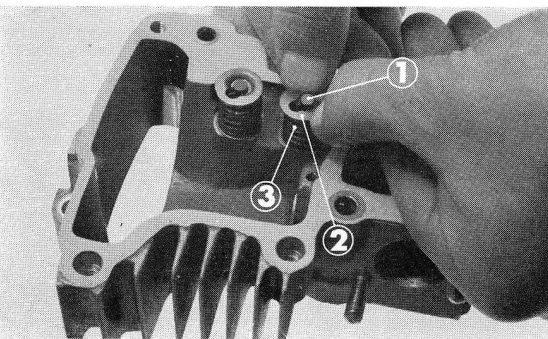

Figure 2-9: ① soupape ② cuvette de ressort
1. Les soupapes peuvent être déposées en appuyant sur leur cuvette, et en amenant l'échancrure de celle-ci en regard de l'ergot de la queue de soupape (figure 2-9).